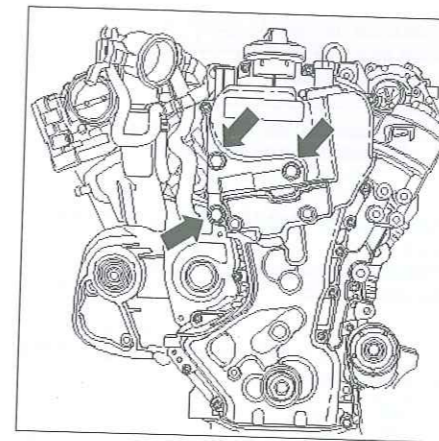

Fig. 7
- Aflojar en un primer momento los tornillos centrales y en un segundo tiempo los tornillos exteriores del cárter de distribución (Fig.7).